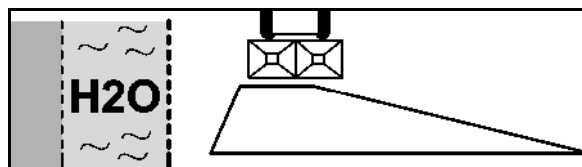

Fig. 61
2. Dispersión en zanja según la normativa de abonado (Fig. 61):